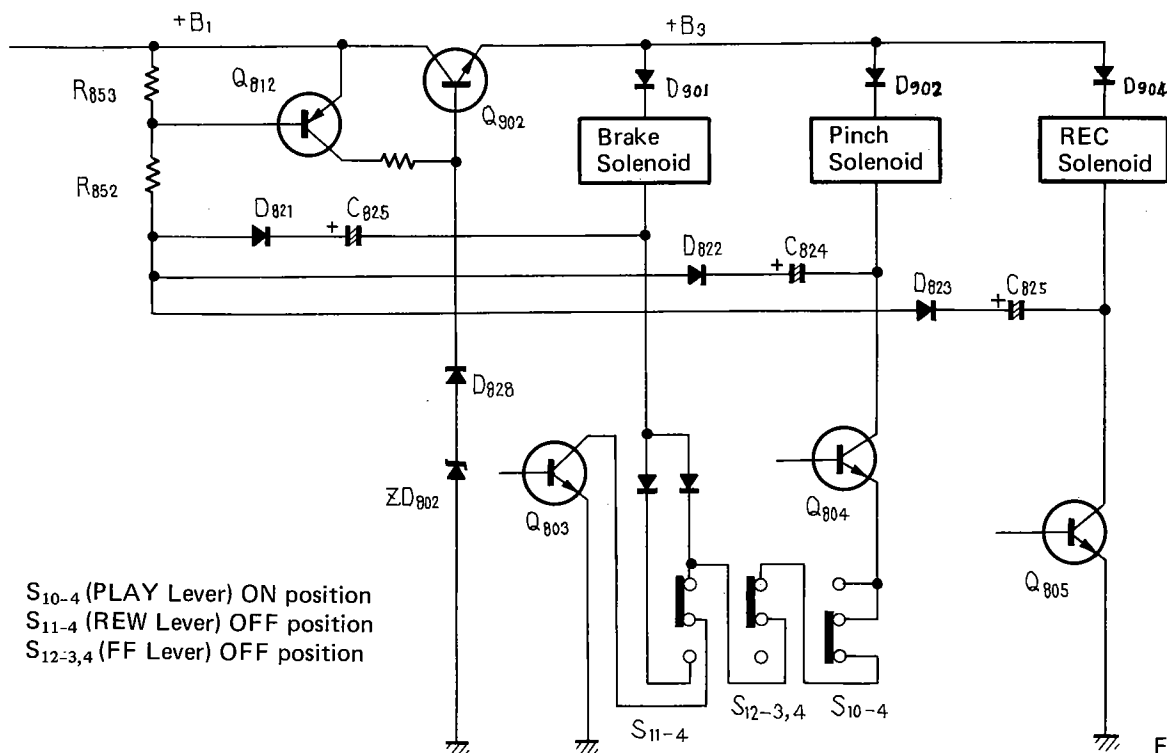

Fig. 10
6.10 SOLENOID DRIVE CIRCUIT (Fig. 10)